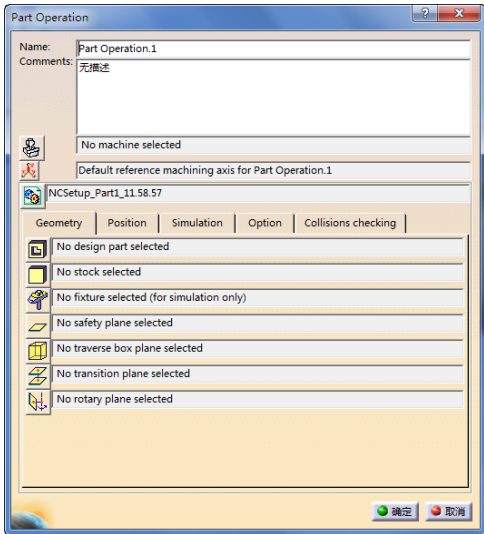

图 7-67 “Part Operation” 对话框（3）
1) 在特征树上双击“Part Operation.1”节点, 弹出“Part Operation”对话框 (3), 如图 7-67 所示。